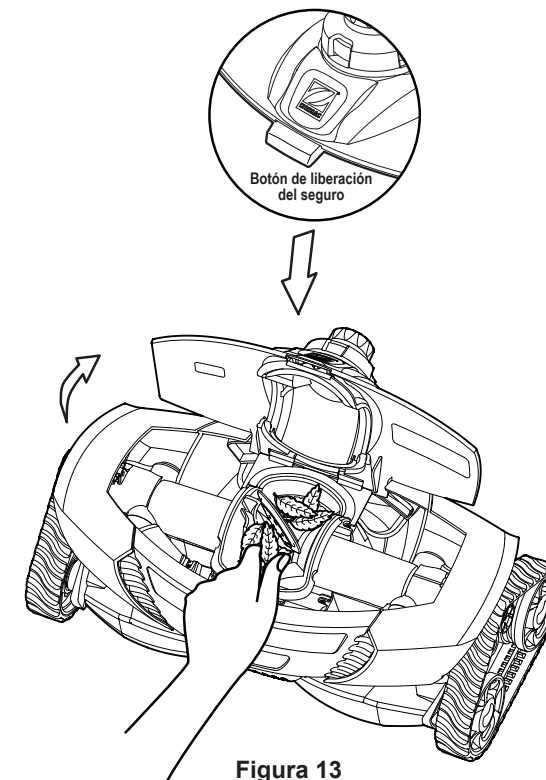

Figura 13
1. Oprima el botón de liberación del seguro en la parte superior del limpiafondo (figura 13).